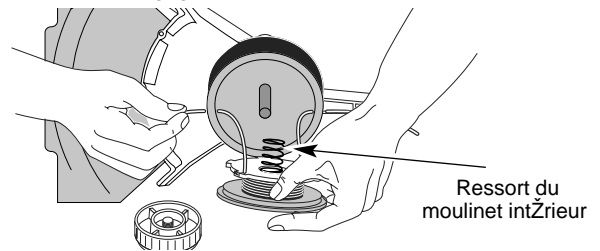

Fig. 39
- Insérez les extrémités du fil dans les filets de la bobine exterieure et placez le moulinet et le ressort dans la bobine (Fig. 39). Enfoncez le moulinet et la bobine ensemble. Tout en tenant le moulinet et la bobine, saisissez les extrémités et tirez fermement pour dégager le fil des fentes de retenue de la bobine.
5. Insérez les extrémités du fil dans les filets de la bobine extérieure (Fig. 39).